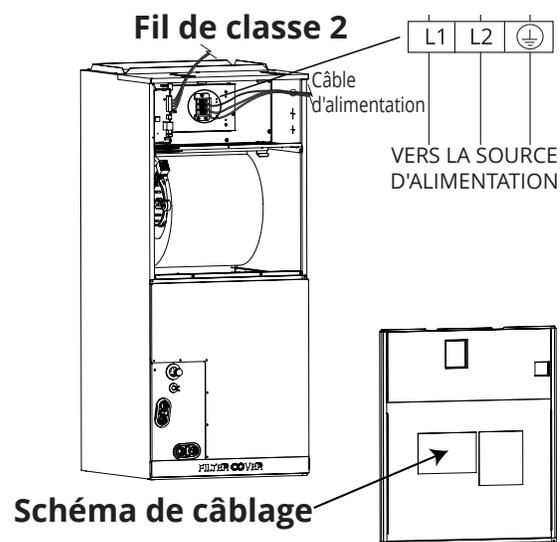

Figure 7.2
4. Connectez correctement le câblage en fixant solidement la cosse en U ou la borne à anneau de chaque fil à la borne correspondante du bornier. Se référer au numéro de série de l'unité et au schéma de câblage situé sur le couvercle de la boîte de commande électrique (**figure 7.2**). **OBSERVATION : Pour des illustrations plus détaillées des différentes variantes de connexions de câblage, en fonction de votre application spécifique, veuillez-vous reporter aux schémas de câblage des pages 47-50.**